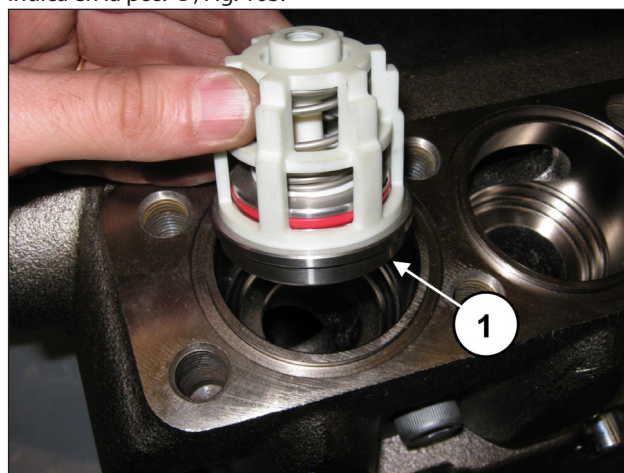

Fig. 162
Introducir el grupo de la válvula de envío (pos. ①, Fig. 162).